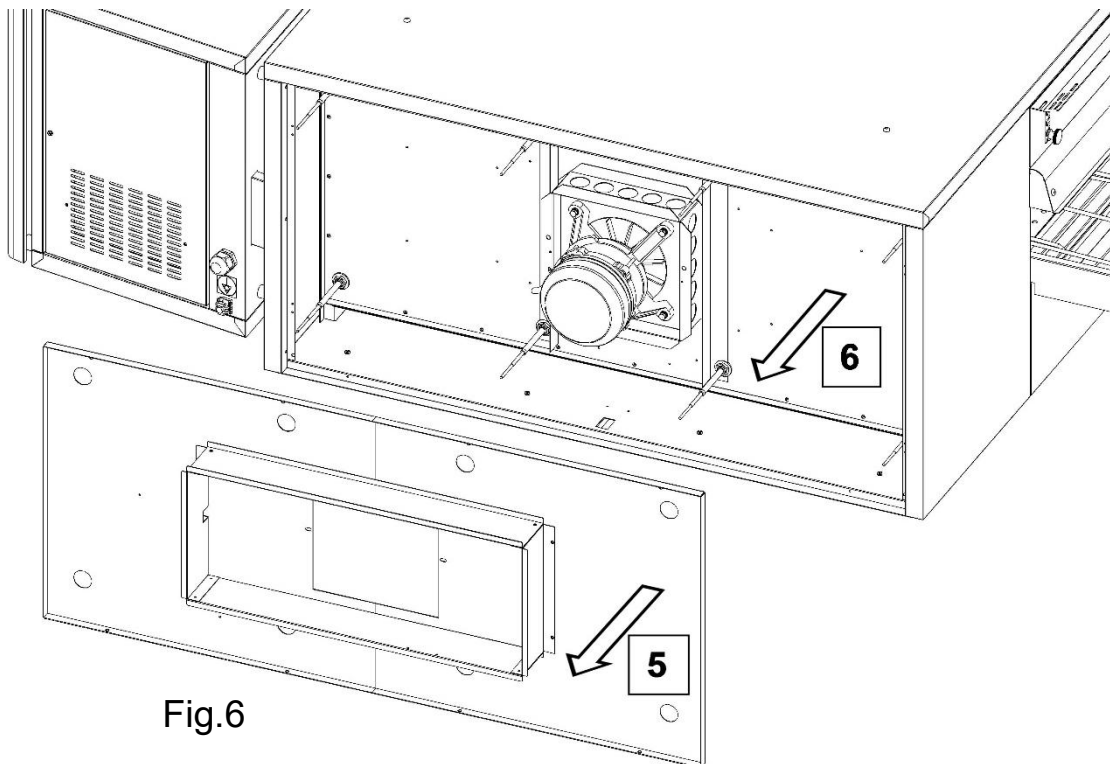

Fig.6
5. Retirer les coques et l'isolation (Fig.6).
6. Retirer le panneau moteur (Fig. 6).
Vous pouvez également appuyer sur le symbole des touches pour accéder à l'écran permettant de sélectionner directement la valeur souhaitée (Fig.6). Confirmez avec le symbole de coche ou l'indicateur; pour annuler, cliquez sur le symbole «X».